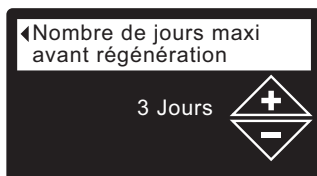

FIG. 48
5. Appuyez sur le SÉLECTEUR (O) pour afficher l'écran Max. de jours avant... (cf. Figure 48).